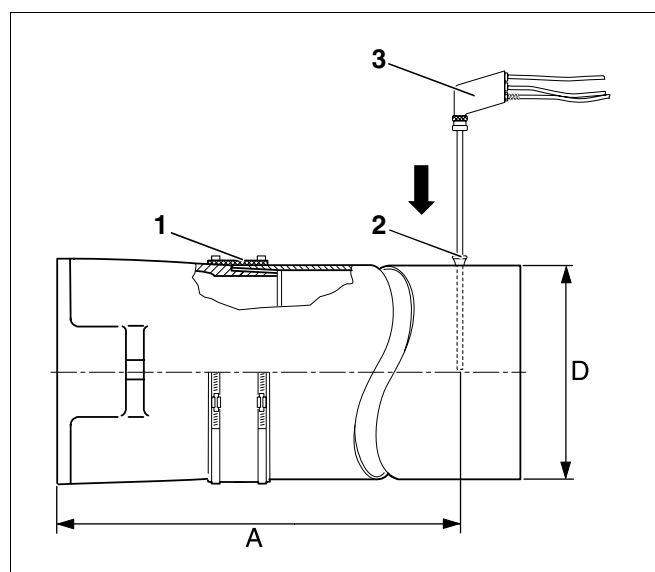

Fig. 11 Registrar o valor de medição
Por regra, as medições são efectuadas no tubo de escape. A abertura de medição (manga; Fig. 11, **Item 2**) deverá ser colocada a uma distância "A" (aprox. $2 \times$ diâmetro do tubo de escape "D") da tubuladura do escape (Fig. 11). Se o sistema de escape estiver directamente ligado à caldeira por meio de um cotovelo, a medição deve ser efectuada antes desse cotovelo.
Recomendamos a utilização de uma manga vedante para o tubo de escape (Fig. 11, **Item 1**).
- Insira a sonda de medição (Fig. 11, **Item 3**, Página 17) no centro do fluxo (centro do tubo) de gás de escape (temperatura máxima do gás de escape).